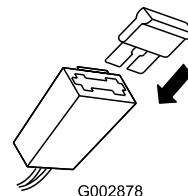

Figura 47
- Inserite il fusibile nel portafusibili (Figura 47).